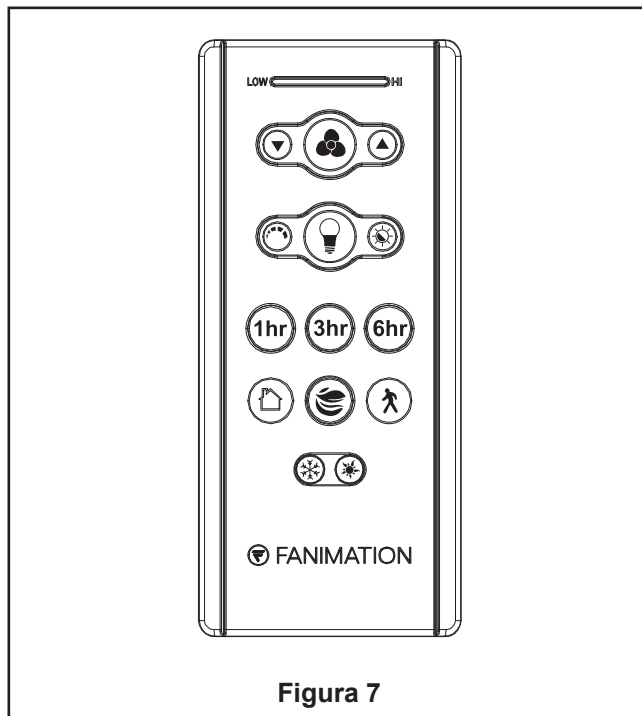

Figura 7
- 7.** Asegure el vidrio en la ensamble de la placa de iluminación girándolo en el sentido de las agujas del reloj y sin apretar demasiado. (Figura 7)
9. Funciones del control remoto: (Figura 7)